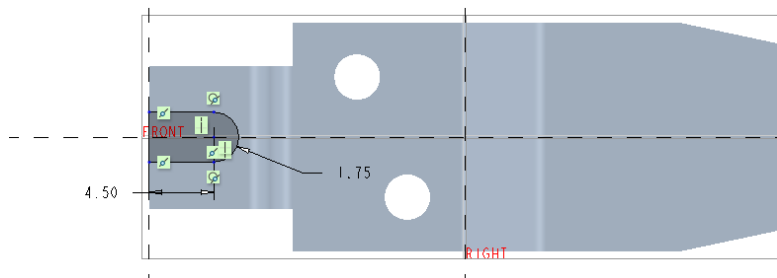

图 6-163 绘制图形
(1) 单击 (拉伸) 按钮, 打开“拉伸”选项卡, 并暂时接受“拉伸”选项卡中默认的按钮设置, 如 (移除材料) 按钮和 (移除与曲面垂直的材料) 按钮处于被选中的状态, 并且默认选中 (移除垂直于驱动曲面的材料) 图标选项。
(2) 在“拉伸”选项卡中打开“放置”面板, 接着单击“放置”面板上的“定义”按钮, 弹出“草绘”对话框, 选择 TOP 基准平面作为草绘平面, 以 RIGHT 基准平面为草绘方向参考, 方向选项为“右”, 单击“草绘”按钮, 进入草绘器。
(3) 绘制图 6-163 所示的图形, 单击 (确定) 按钮。